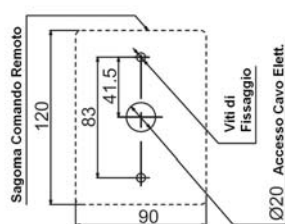

Fig. 1
2. Praticare 3 fori nel muro (Fig.1), uno per il cavo, due per le viti di fissaggio. Applicare i tasselli se necessario
2. Rimuovete il cappuccio protettivo dal connettore a 3 pin marcato “EZ Connect” che si trova fra i cabbaggi dell'unità Master (Fig.1)
4. Controllate che i microinterruttori della selezione del gas N.1 e N.2 siano nella corretta posizione per il tipo di gas con cui viene alimentato l'apparecchio (Fig.1).